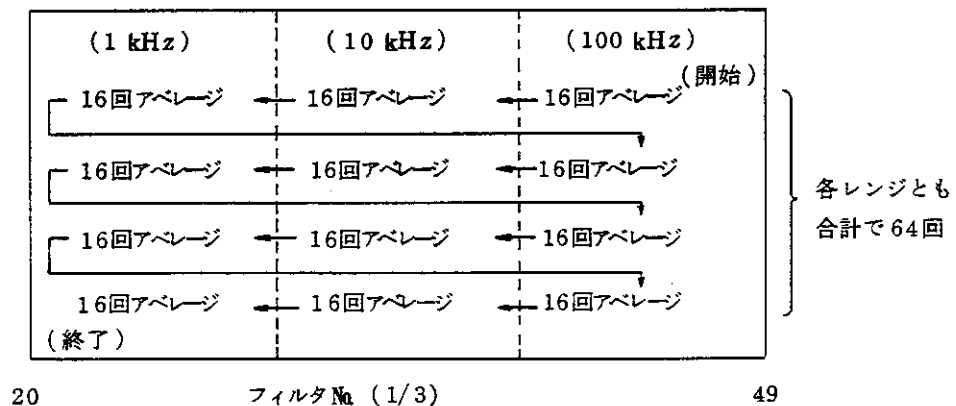

図 6-5 アベレージング回数 64 回のと時のアベレージング実行図
- たとえば、周波数レンジを 100 kHz, アベレージング回数を 64 回, 1/3 OCT. に設定した場合のアベレージングの実行は、[ 図 6-5 ] のようになります。